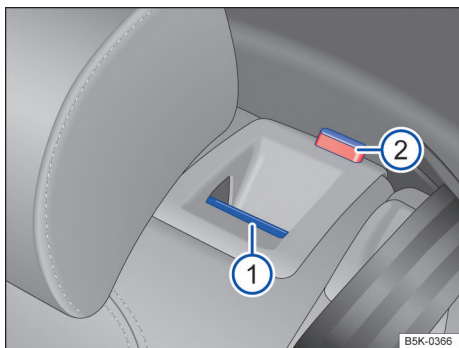

Fig. 64 En el respaldo del asiento trasero: tecla de desbloqueo.
- Tirar de la tecla de desbloqueo → fig. 64 **①** hacia adelante y, al mismo tiempo, rebatir el respaldo del asiento trasero hacia adelante.
- La parte de respaldo del asiento trasero estará desbloqueada cuando la marca roja → fig. 64 **②** sea visible.
- La marca roja → fig. 64 **②** ya no puede ser visible.